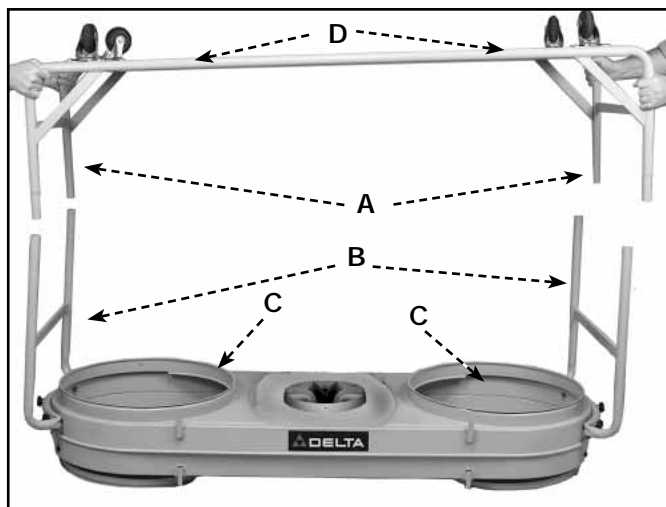

Fig. 3
Coloque los cuatro postes de la base (A) Fig. 3 en las cuatro patas (B) del conjunto de motor y soplador.